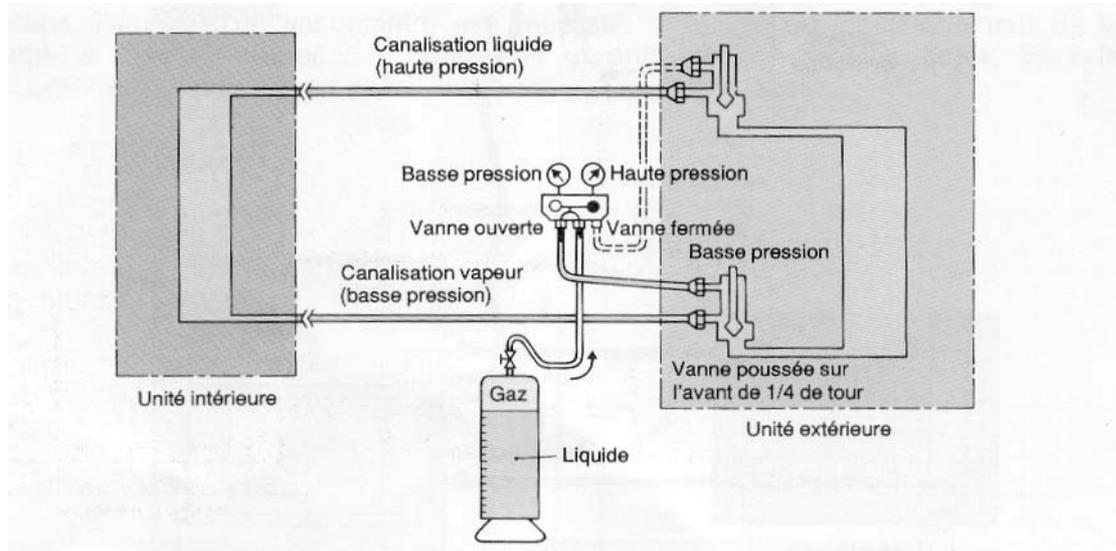

Figure 49 : recharge en phase vapeur, climatiseur en marche
• un complément de charge en phase vapeur, du climatiseur fonctionnant est courante, il suffit de raccorder la vanne de soutirage en phase vapeur du cylindre de charge au manifold et la canalisation basse pression du climatiseur au manifold (figure 49) pour purger les flexibles les dévisser légèrement des orifices, laisser échapper un peu de fluide frigorigène et les resserrer.